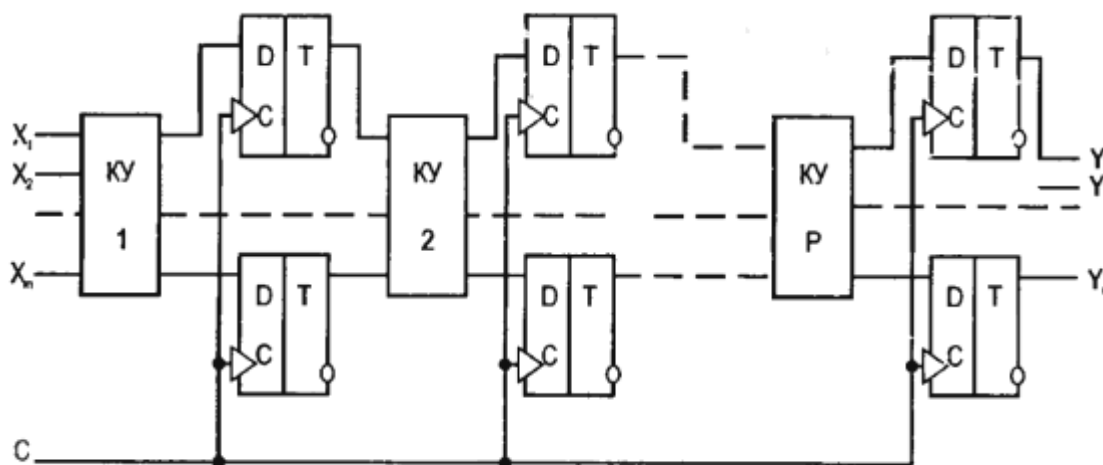

Рис. 1.2. Пример функциональной схемы
1.2 Функциональная схема (рис. 1.2) служит для разъяснения процессов, протекающих в отдельных функциональных цепях изделия (установки) или в изделии (установке) в целом. Такие схемы используют для изучения принципов работы изделий (установок), а также при их наладке, контроле и ремонте в процессе эксплуатации.